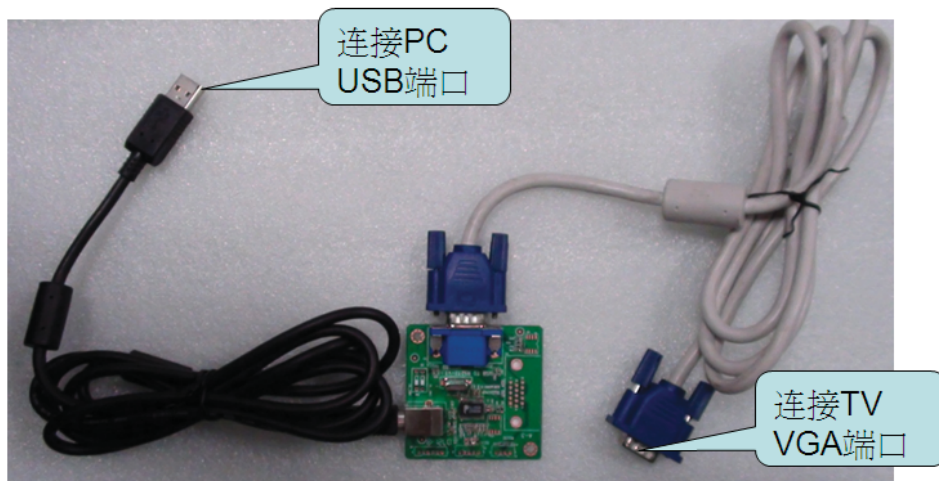

图 1.1
1.3、按图 1.1 连接烧录板，查看“我的电脑”——“属性”——“设备管理器”，确认 USB 驱动是否安装 OK，如“ports”下有红色框提示内容，代表 USB 数据线连接 OK，记下该串口的 COM 口号；如无此提示内容，请重新安装“PL-2303 Driver Installer.exe”。